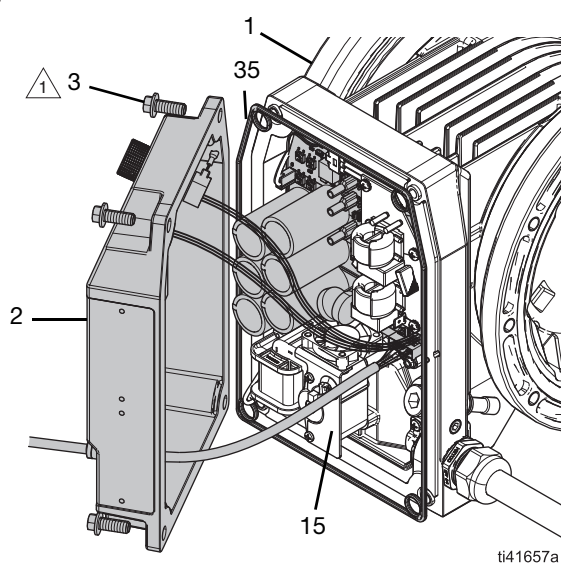

FIG. 2: Cubierta de control
Ver 4.FIG. 2.
2. Retire los sujetadores (3) de la cubierta de control (2).
3. Retire con cuidado la cubierta de control (2):
- a. Inclíne con cuidado la cubierta de control (2) alejándola del tablero de control (15). Ver 4.FIG. 2.
- b. Desconecte todos los cables de la cubierta de control (2) al tablero de control (15). Consulte **Esquema eléctrico**, página 37.
3. Instale la cubierta de control (2):
- a. Sostenga con cuidado la cubierta de control (2) en su lugar en ángulo cerca del tablero de control (15). Ver 4.FIG. 2.
- c. Conecte todos los cables de la cubierta de control (2) al tablero de control (15). Consulte **Esquema eléctrico**, página 37.